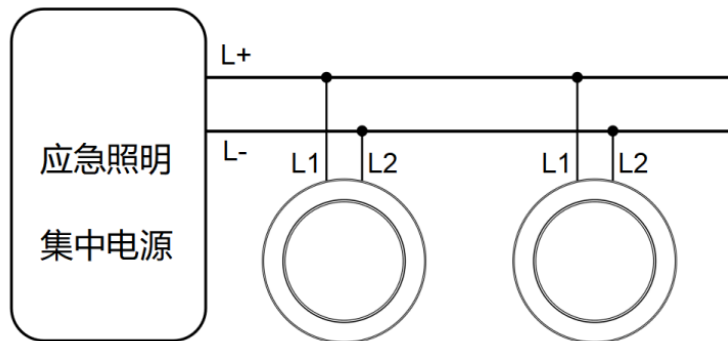

图 6
4.3 接线方式与要求：总线 L1、L2 的接线方式：如图 6 所示，将灯具引出线 L1、L2 分别与集中电源的总线 L+、L- 相连接，L1、L2 接线时不分极性。一般环境，建议采用 2.5mm² 以上双绞线；强干扰环境，建议采用屏蔽双绞线。